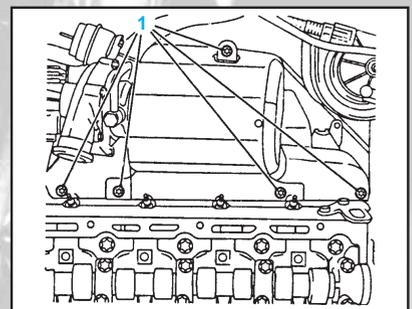

fig. Mot. 97
- Retirer le flexible à dépression (5) de la capsule à dépression des volets d'inversion.
- Déposer le support de la fiche de faisceau de câbles de générateur d'impulsions de vilebrequin (6) de la partie supérieure du collecteur d'admission.
- Déposer les vis de fixation des tôles pare-chaleur (1) et retirer les tôles pare-chaleur (fig. Mot. 97).